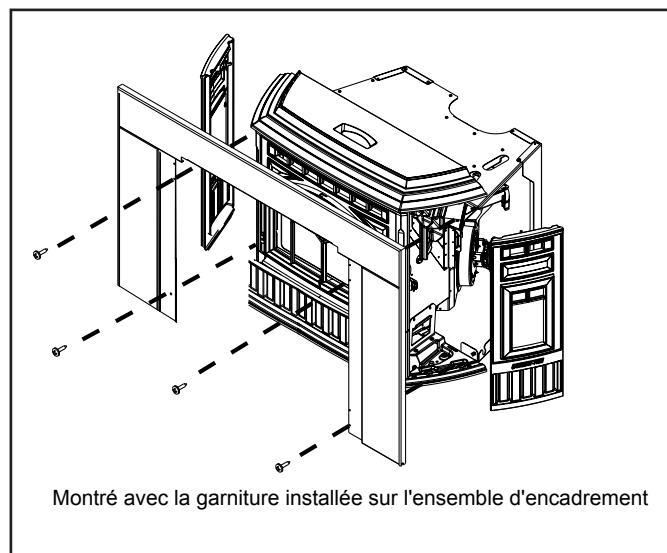

Figure 20.3
4. Glissez soigneusement l'encadrement et la garniture par-dessus l'encastéré pour les mettre en place, de façon à ce que les trous correspondants du panneau soient en face des trous de montage sur l'encastéré. Fixez-la avec les vis fournies. **Figure 20.3**